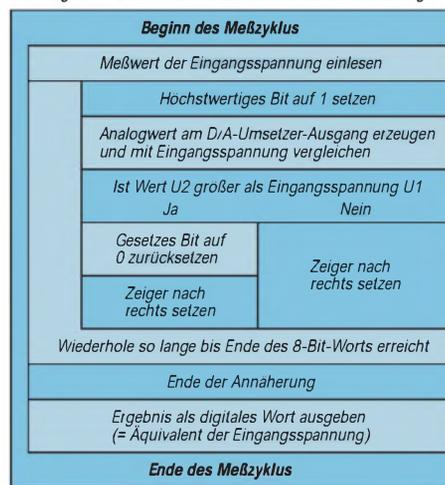

Bild 5: Struktogramm für den Ablauf eines Meß- bzw. Umsetz-Zyklus beim Verfahren der sukzessiven Approximation
Bild 5: Anwendungsschaltung für den LM 4860 ohne Auskoppelkondensator mit 26 dB Verstärkung. Die Dimensionierung von C_B ist konstruktionsbedingt; Richtwert 100 nF.
Wie das im einzelnen abläuft, erklärt das Struktogramm im Bild 5: Zunächst wird der Spannungswert von U_1 eingelesen und im nächsten Schritt das MSB im Datenwort auf 1 gesetzt, der zugehörige Wert U_2 mit dem D/A-Umsetzer erzeugt und am Vergleichler ermittelt, ob U_2 größer ist als U_1 . Lautet die Antwort „Ja“, nimmt die Logik den Wert vom MSB auf 0 zurück, setzt einen Zeiger auf das nächste Bit und wiederholt den Vorgang.
■ Taste ET-TEXT (Bild 5)